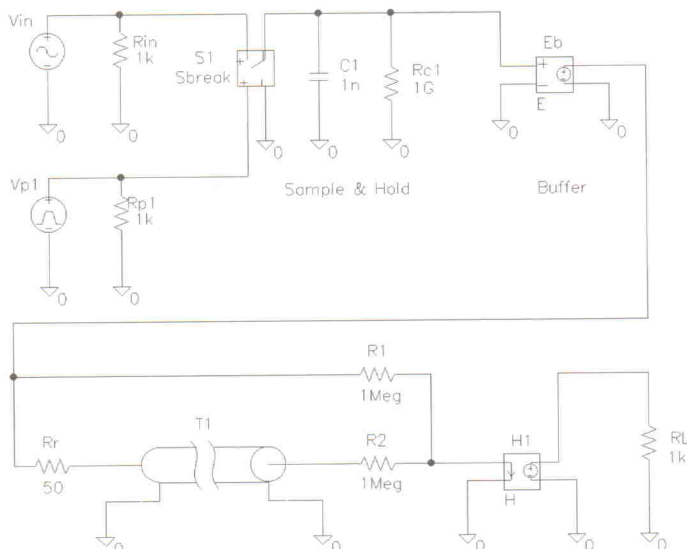
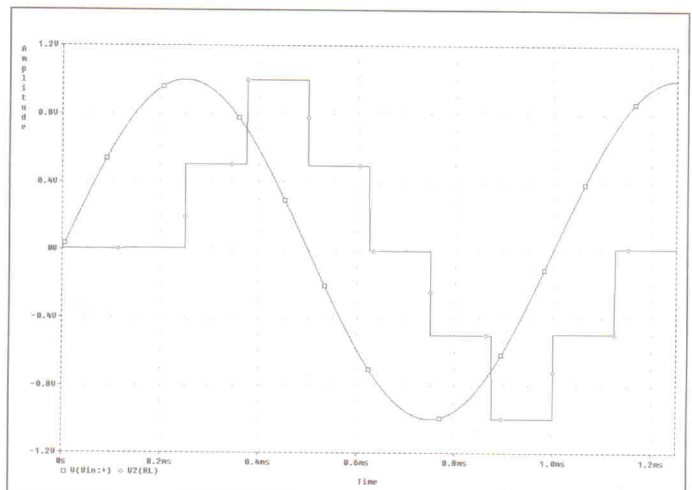

Bild 40. Oversampling analog nachgebildet mit PSpice-Elementen.
Bild 41. 2fach-Oversampling-Signal in Probe.
Listing 21. Die .cir-Datei zum Oversampling-DAU aus Bild 40.
Nun zur Simulation (Listing 21) – man soll schließlich kritisch sein: Das 'digitale Filter' wird hier anstatt mit Addierern, Flipflops und ähnlichem mit analogen Leitungen nachgebildet (Bild 40). Das Ergebnis ist allerdings dasselbe, wie die Darstellung der Simulation in Probe zeigt (Bild 41). T1 ist eine ideale analoge Übertragungsstrecke, bei der sich verschiedene Parameter wie Impedanz (Z0) und Verzögerungszeit (TD), relative Wellenlänge (NL) sowie die Frequenz für NL (F) einstellen lassen. Filter dieser Art werden übrigens auch in der Realität eingesetzt,